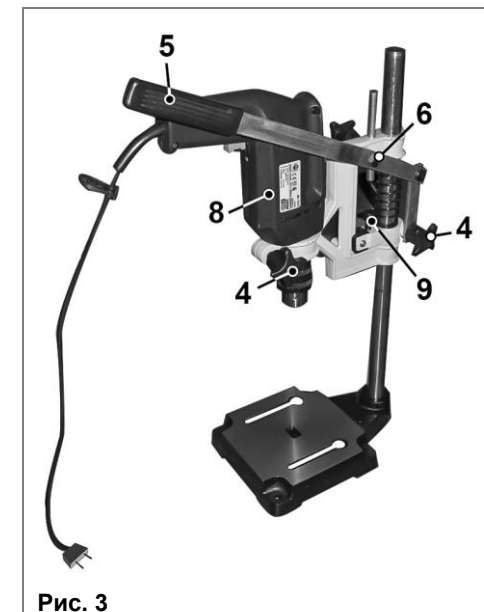

Рис. 3
5. УКАЗАНИЯ ПО РАБОТЕ (Рис. 3)